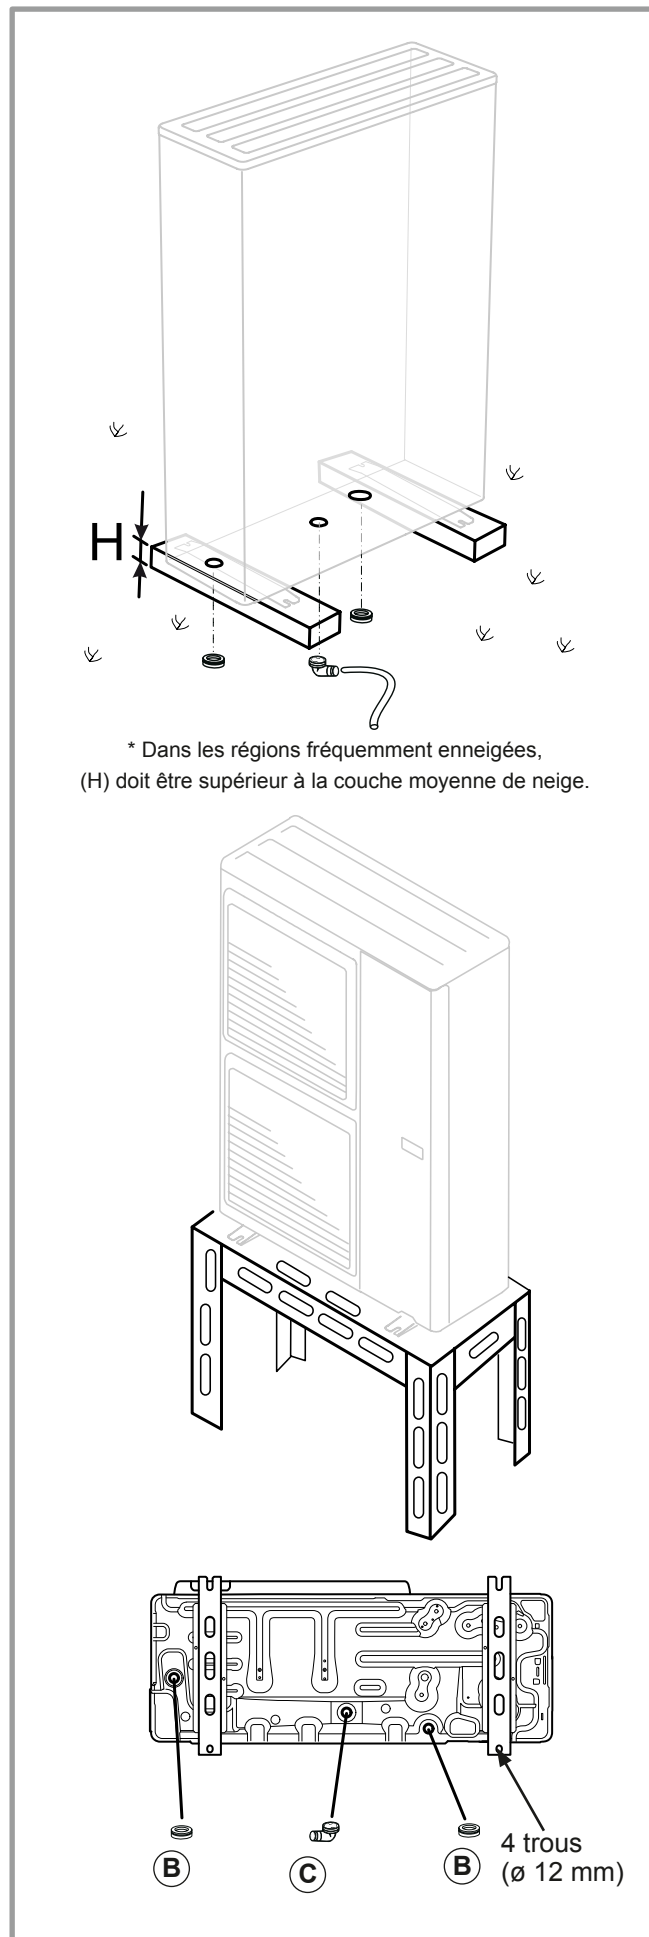

figure 14 - Pose de l'unité extérieure, évacuation des condensats
- En fonctionnement, de l'eau peut s'évacuer de l'unité extérieure. Ne pas installer l'appareil sur une terrasse, mais préférer un endroit drainé (lit de graviers ou sable). Si l'installation est réalisée dans une région où la température peut être inférieure à 0°C pendant une longue période, vérifier que la présence de glace ne présente aucun danger. Il est aussi possible de raccorder un tuyau d'évacuation sur l'unité extérieure (figure 14).
L'unité extérieure doit être surélevée d'au moins 50 mm par rapport au sol. Dans les régions enneigées, cette hauteur doit être augmentée mais ne pas dépasser 1.5 m (figure 14).
(voir figure 14).